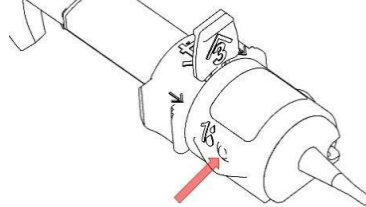

Fig. 1
3. Introduceți integral vârful canulei (23G) al seringii cu vâscoelastic în orificiul indicat '1' (Fig.1) menținând o presiune minimă pe vârful canulei. Injectați soluție vâscoelastică dispersivă (preferabil HPMC) prin orificiu. Cantitatea de vâscoelastic injectată este suficientă atunci când cele două fluxuri (picături) se unesc în partea superioară a lentilei (devin confluențe).